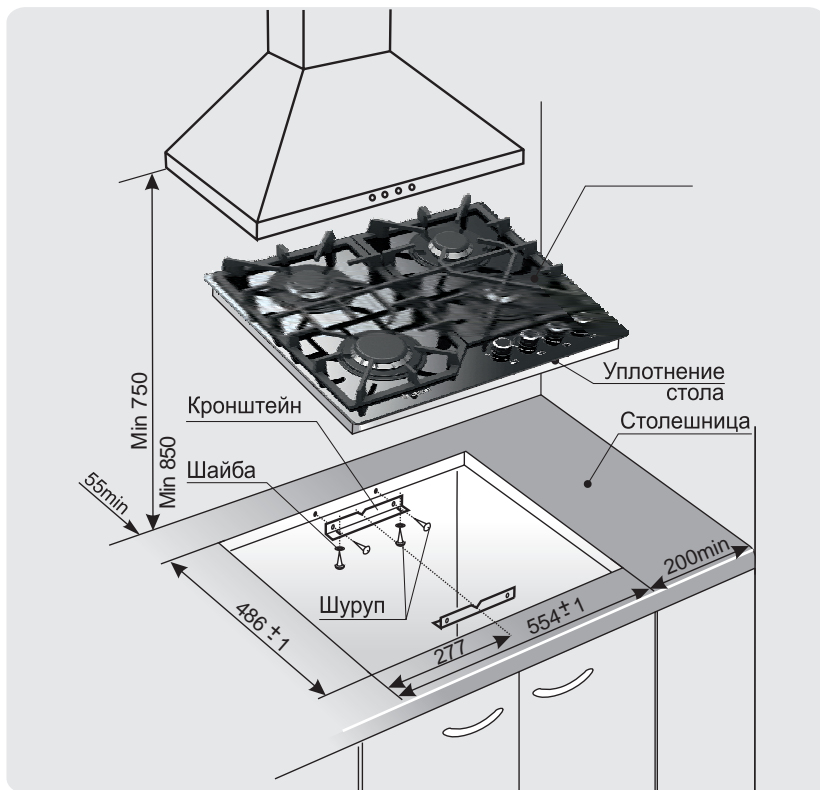

Рис. 4 МОДЕЛЬ ПВГ 2232, ПВГ 2232-01
1. Точно разметить на столешнице контур проема под варочную панель в соответствии с рис. 4, 5, 6.